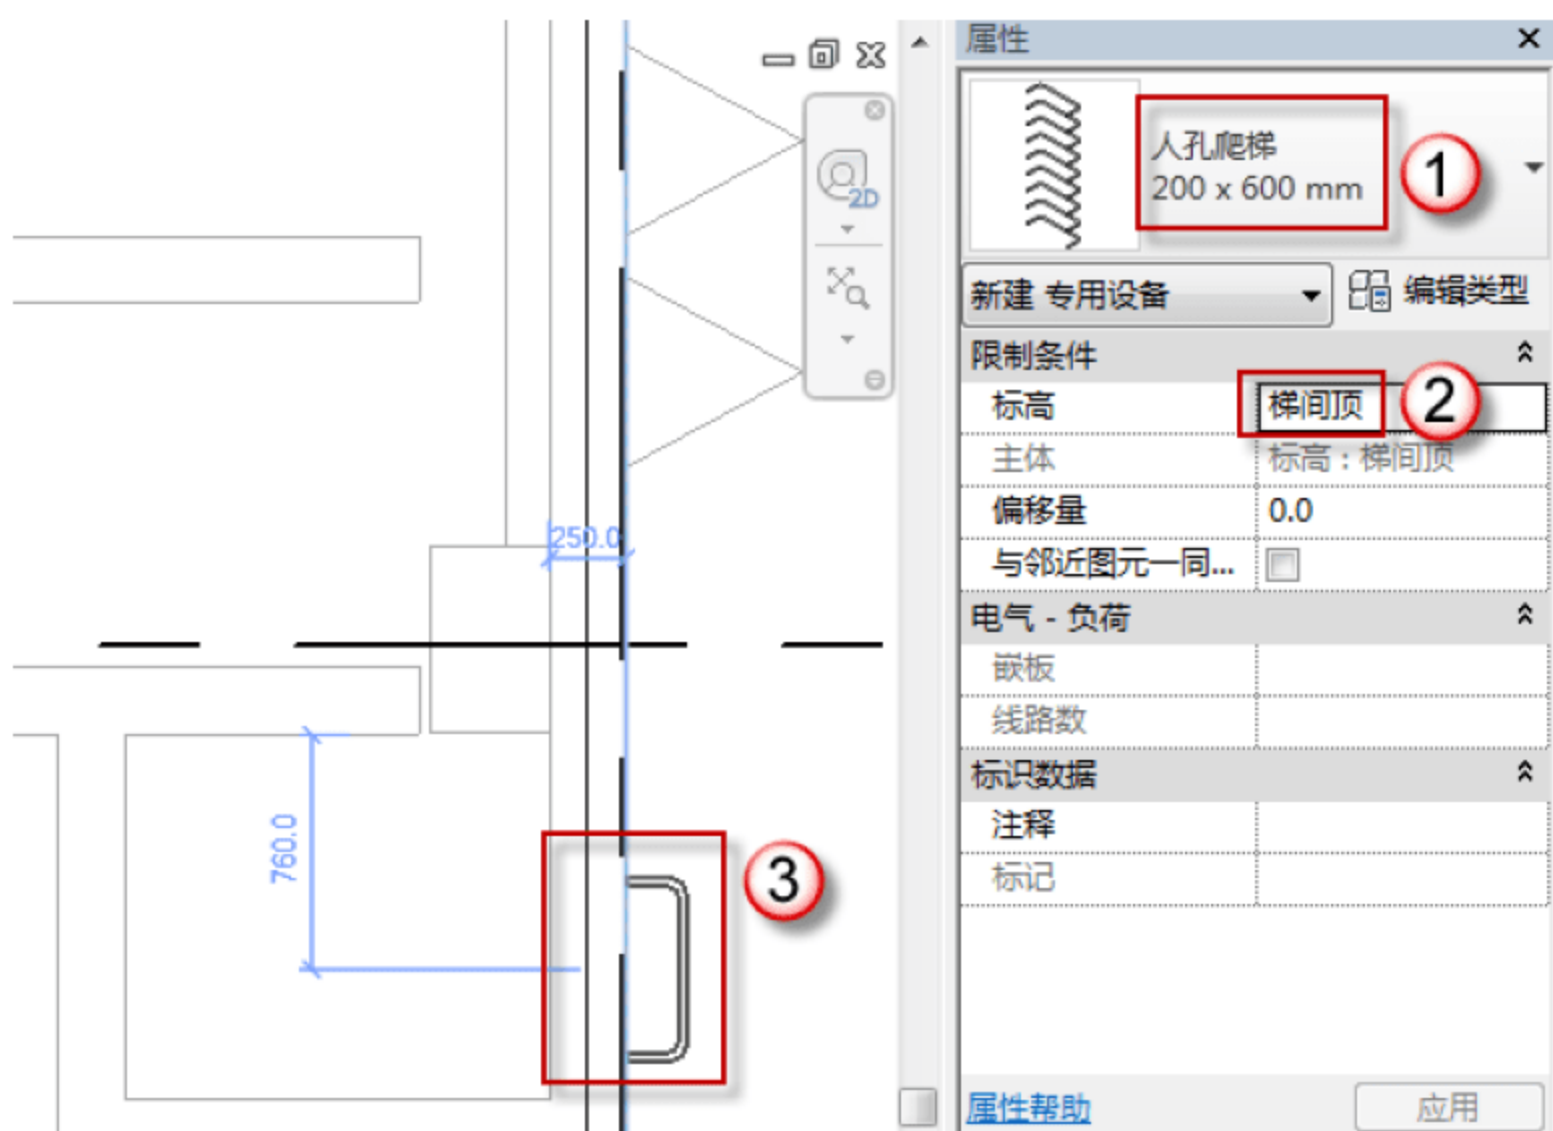

图 12.4.3 旋转爬梯
(3) 放置钢爬梯。选择“建筑”→“构件”→“放置构件”命令，在其相应位置放置钢爬梯，如图 12.4.3 所示。